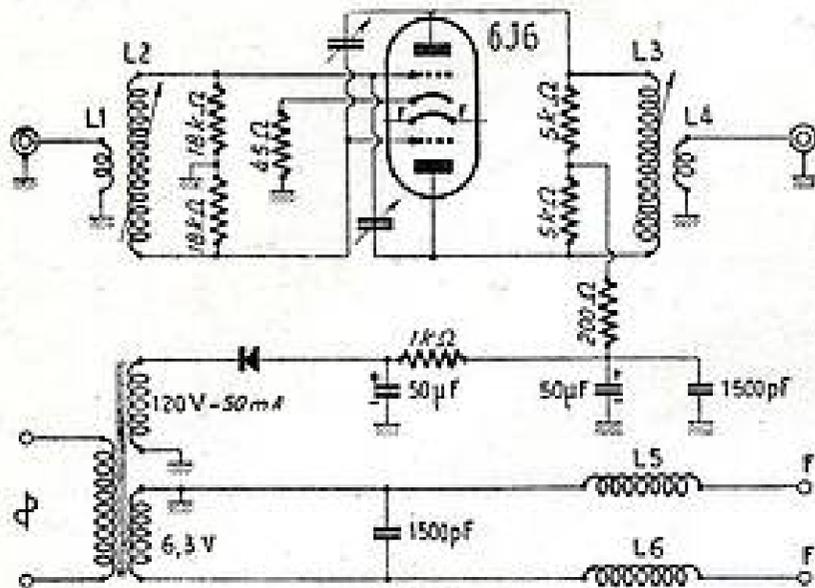

FIG. 1
Nous n'avons pas indiqué le schéma du bloc FM sur la figure 1, mais simplement ses cosses de branchement, étant donné qu'il est fourni pré câblé et pré réglé par le constructeur.
Le premier transformateur moyenne fréquence MF1 (FM) référence n° 106 ne fait pas partie du bloc. Il est en conséquence monté sur le châssis principal et sa liaison au bloc FM est faite par un morceau de câble coaxial 75 Ω, dont la gaine extérieure est à la masse. Les condensateurs et résistances du bloc FM représentés sur le schéma de principe de la figure 1 font partie du bloc. Ils n'ont été mentionnés que pour repérer facilement les cosses de sortie de la petite barrette relais à 9 cosses.
Le récepteur représenté à la figure 1 se présente comme un appareil de conception assez originale. Décrit sur « Wireless World »,